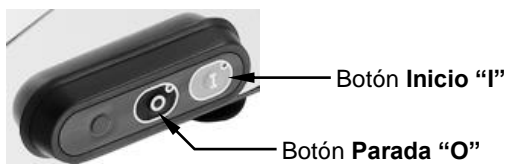

Fig. 8 - Botones
- a) Primero pulse el botón **Inicio “I”**, luego el botón **Parada “O”** y compruebe si se encienden los pilotos correspondientes (fig. 8).